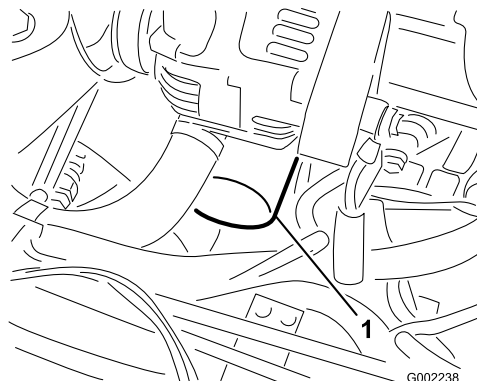

Figure 42
7. Retirez le filtre à huile usagé (Figure 42).
10. Posez le filtre à huile de rechange sur l'adaptateur. Tournez le filtre dans le sens horaire jusqu'à ce que le joint touche l'adaptateur, puis donnez 1/2 tour supplémentaire (Figure 42).